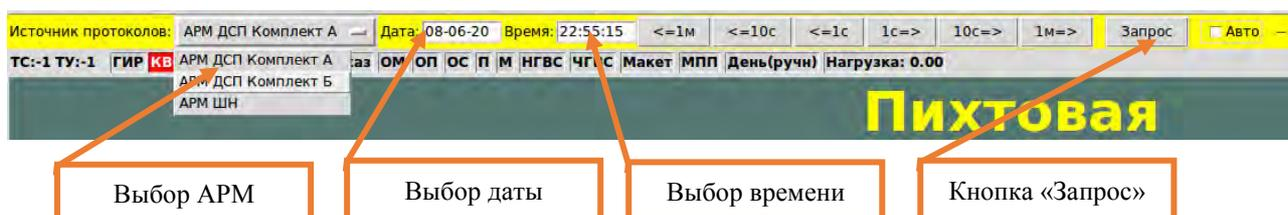

Рисунок 22. Выбор АРМ, даты и времени.
7.4.2. В поле «Источник протоколов» выбрать комплект АРМ, с которого будет производиться считывание протоколов (Рисунок 22), в полях «Дата» и «Время» указать интересующий момент времени, нажать кнопку «Запрос» (Рисунок 22).